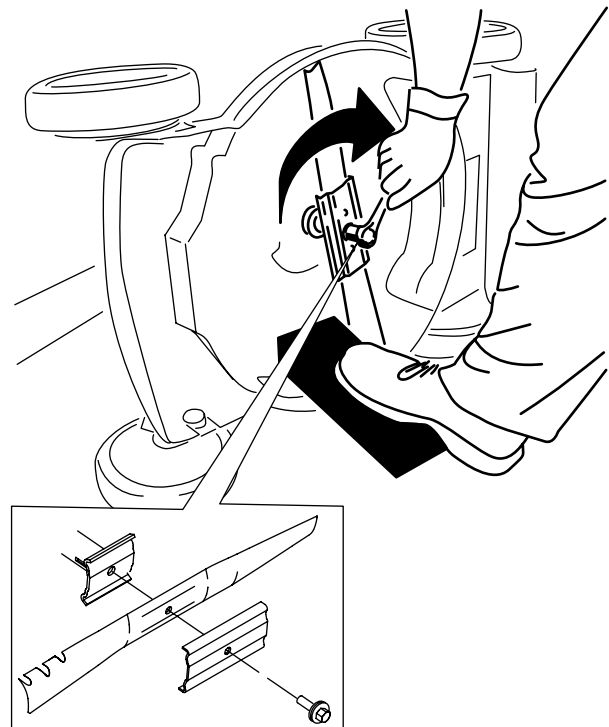

Figura 20
4. Instale la cuchilla nueva, el soporte y el perno de la cuchilla (Figura 20).